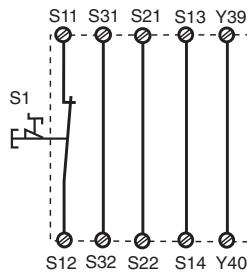
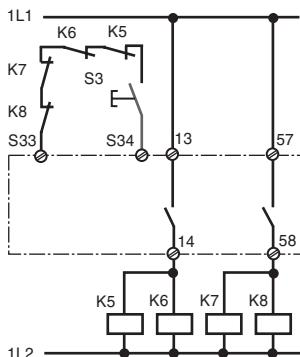

Fig. 2: Circuito de entrada monocanal, automát. rearne/Circuito di entrata monocanale, start automat./Eenkanalig ingangscircuit, automatische start
Fig. 11: como la Fig. 10 con rearme supervisado/come fig. 10 con start controllato/Zoals fig. 10 met bewaakte start
En las fig. 2... a fig. 11 se presentan ejemplos de conexión posibles; paro de emergencia. Los cortocircuitos a través del paro de emergencia también son detectados.
- Fig. 2 y 7: S33-S34 **no** conectado
In fig. 2 ... fig. 11 sono riportati degli esempi di collegamento per il cablaggio di arresto d'emergenza con start automatico e manuale, per il comando delle porte di sicurezza, nonché per la moltiplicazione dei contatti mediante relè esterni.
- Fig. 2 e 7: **nessun** collegamento S33-S34
In fig. 2 ... 11 worden aansluitvoorbeelden gegeven van noodstopschakelingen met automatische en bewaakte start, hekbewakingen en contactvermeerdering d.m.v. externe magneetschakelaars.
- Fig. 2 en 7: **geen** verbinding S33-S34